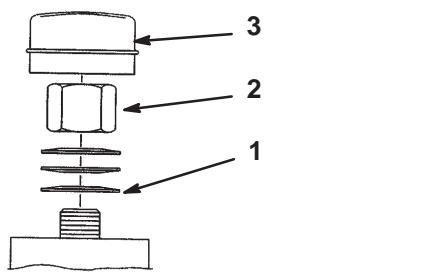

Figure 56
2. Retirez le capuchon anti-poussière de la roue et serrez le contre-écrou (Fig. 56).
3. Continuez de le serrer jusqu'à ce que les rondelles élastiques soient aplatis, puis desserrez-le de 1/4 de tour pour obtenir la précharge correcte des roulements (Fig. 56).
Important Veillez à installer les rondelles comme illustré à la Figure 56.